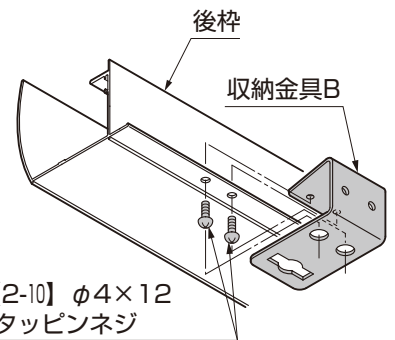

図4-2
- ②収納金具Bを【2-10】で後枠に取付けてください。(図4-2参照)
(2) フリーポートIIの場合